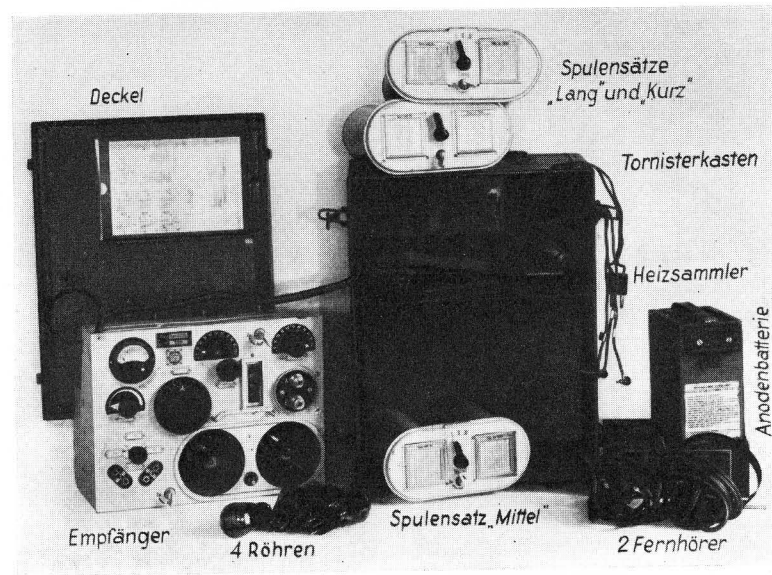

Bild 2. Teile des Tornisterempfängers.
- 6. Der Tornisterempfänger (Bild 2) besteht aus: